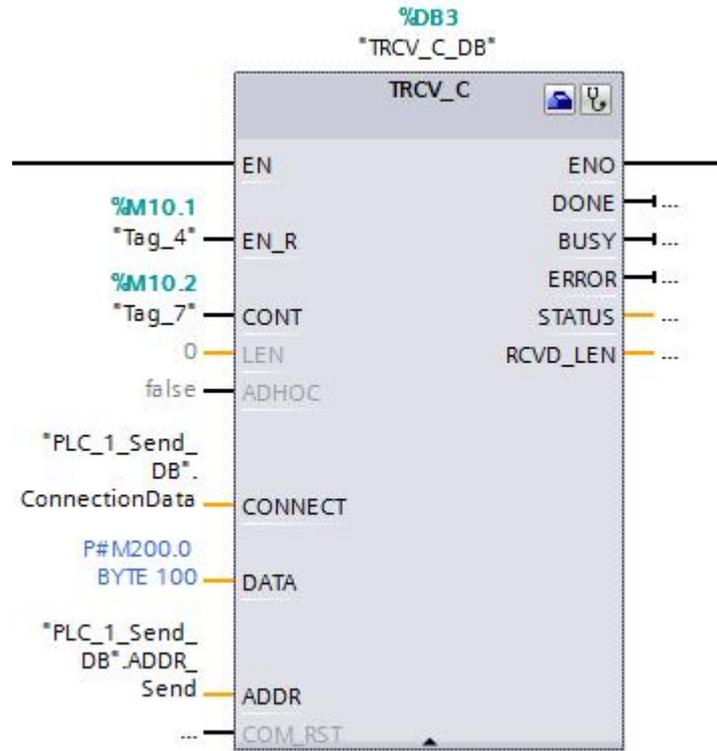

图 2-6 调用“ TRCV\_C” 管理连接并接收数据
2.5 在主循环程序中调用功能块“ TRCV\_C” 编写集成接收程序，为其分配背景数据块。如图 2-6 所示。“ TRCV\_C” 接口参数的配置参考“ TSEND\_C” 块的配置，此处从略。其中，连接参数可以新建，也可以直接选择刚才通过“ TSEND\_C” 建立的连接数据块“ PLC\_1\_Send\_DB”。本例中，选择与发送同一个连接数据块。块参数中 EN\_R 参数为 1 时接收以，CONT 参数为 1 时建立保持连接，为 0 时断开连接。接收数据存储在 M200.0 开始的 100 个字节内。